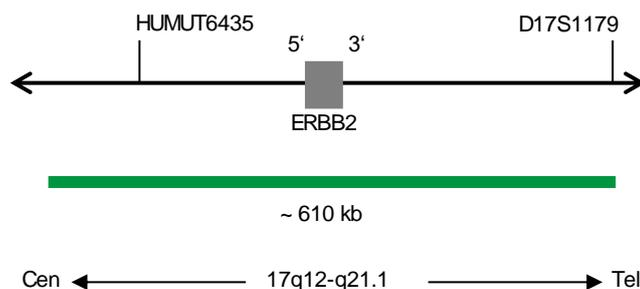

Fig. 1: SPEC ERBB2 Mappa della sonda (non in scala)
- Polinucleotidi (~10.0 ng/μl) marcati con fluorocromo ZyGreen (eccitazione 503 nm/emissione 528), le cui sequenze target mappano in 17q12-q21.1* (chr17:37,572,531-38,181,308) in cui è localizzato il gene ERBB2 (vedere Fig. 1).